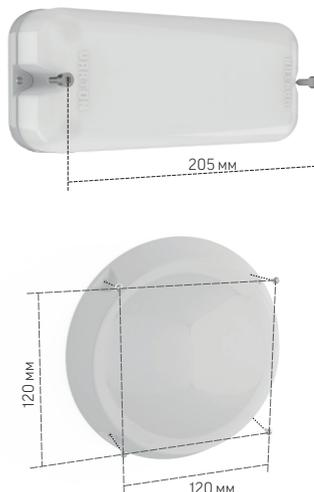

Рисунок 1
- Монтаж светодиодного светильника ВАРТОН® должен быть произведен так, чтобы обеспечить надежную фиксацию и удобную схему расположения светильников (см. рисунок 1):